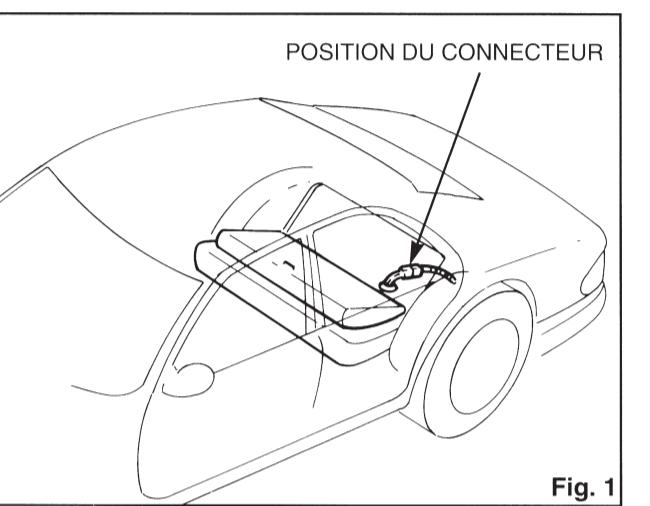

Fig. 1
A) Avant de lever le véhicule, il faut débrancher le connecteur électrique, place derrière le siège arrière, du côté conducteur, et dans la hole del coffre (voir figure 1).